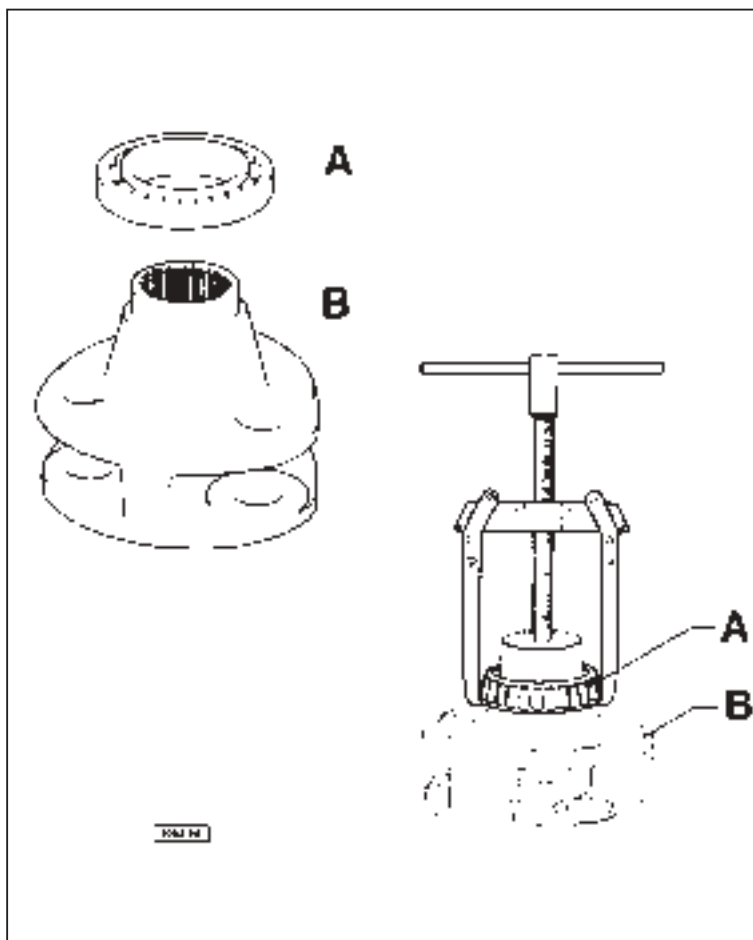

Fig 9 - Dépose des roulements du flasque du réducteur épicycloïdal.
- 3 - Déposer le roulement **A** du flasque du réducteur épicycloïdal **B** à l'aide d'un extracteur adéquat (Fig. 9).